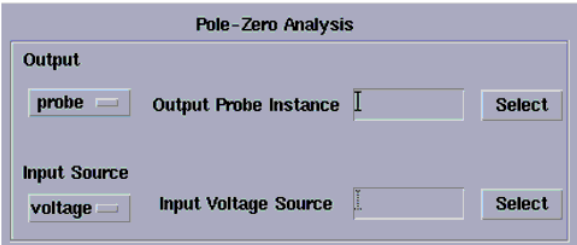

图 6.5 指定电流输出
- a. 在“output”下拉菜单中选择“probe”，出现如图 6.5 所示窗口。